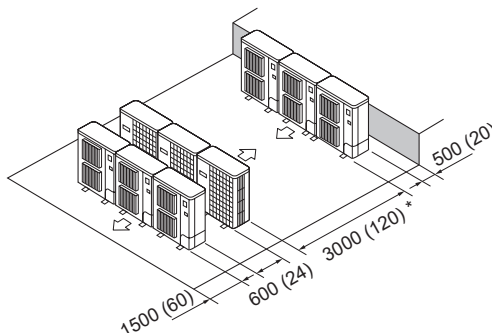

Fig. 2-17
(6) Disposición en paralelo de varias unidades (Fig. 2-17)